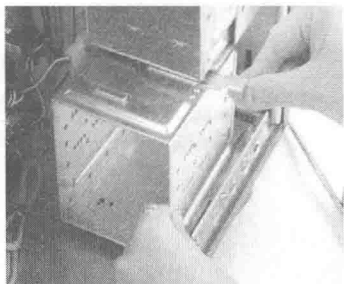

图 1-20 卸下硬盘托架
(1) 取出 3.5 英寸硬盘托架, 如图 1-20 所示。